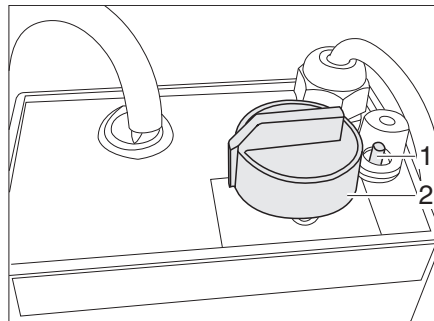

Bild 334 Reglage för elektrisk golvvärme/bäddvärme
- Vrid vridregulatorn (Bild 334,2) till önskad värmeeffekt.
- Vrid vridregulatorn (Bild 334,2) till ställning "0".
När golvvärmen har stängts av stannar värmen kvar ett tag i golvet (restvärme). Om regulatorn överbelastas aktiveras överbelastningsskyddet. Stiftet (Bild 334,1) hoppar ut.
- Tryck in stiftet (Bild 334,1) på överbelastningsskyddet när regulatorn har svalnat.